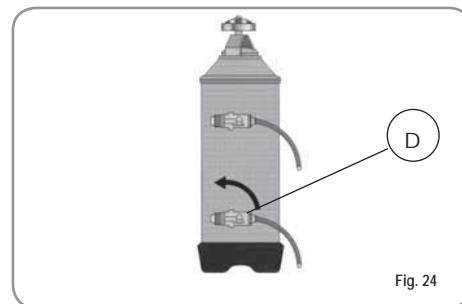

Fig. 24
3) Riportare quindi la leva D verso sinistra (Fig. 24).